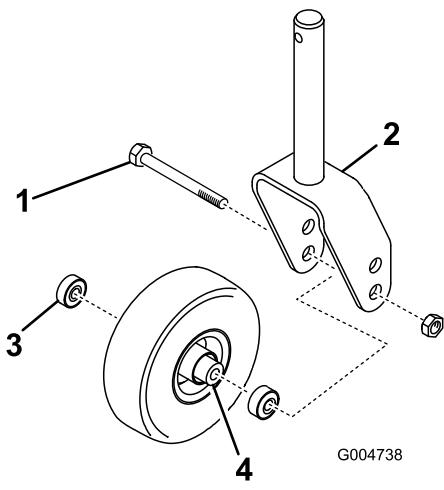

Figura 28
- Retire la contratuerca del perno que sujetla el conjunto de la rueda giratoria en la horquilla (Figura 28). Sujete la rueda giratoria y retire el perno de la horquilla o del brazo de pivote.
2. Retire el cojinete de la rueda y deje que se caiga el suplemento del cojinete (Figura 28). Retire el cojinete del otro lado de la rueda.